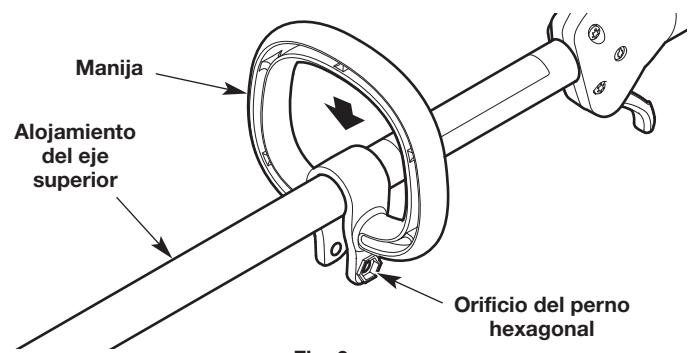

Fig. 6
- Oprima la manija hacia abajo sobre el alojamiento del eje superior (Fig. 6). Asegúrese de que el orificio del perno hexagonal mire hacia la izquierda (Fig. 6).